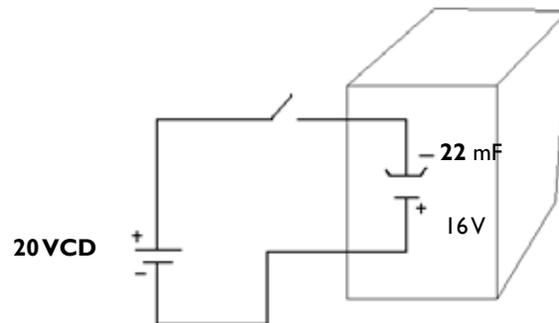

Figura 2.6 Prueba destructiva de capacitor
- b) Arme el circuito de la figura 2.6, observe que en la conexión de la polaridad del capacitor está invertida y además tiene un voltaje mayor al voltaje de trabajo. Antes de energizar el circuito debe estar puesta la caja de acrílico